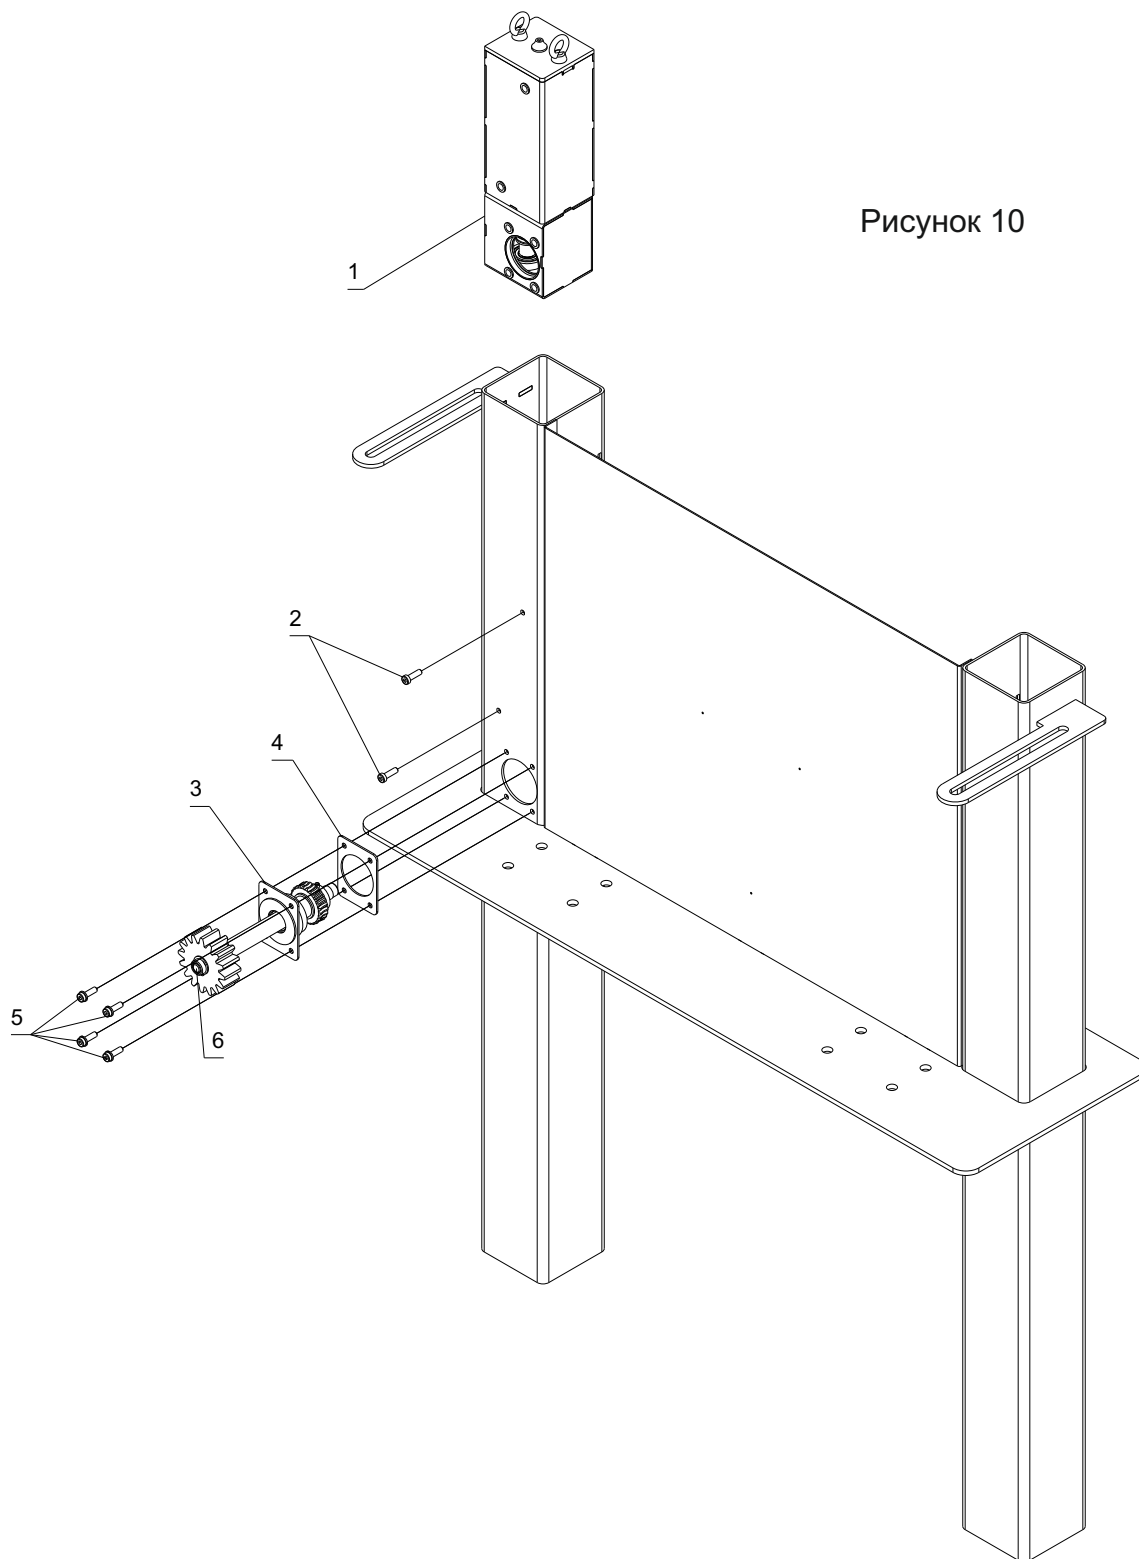

Рисунок 10
**4.10. Установить привод (Рисунок 10):**
- Завести привод (1) в столб.
- Закрепить привод винтами (2).
- Установить выходной вал (3) с резиновой прокладкой (4).
- Закрепить фланец винтами (5).
- Разблокировать привод. Для этого необходимо завернуть винт разблокировки(6) до упора.
Для этого необходимо вывернуть винт разблокировки (Рисунок 10 п.5) до тех пор пока шляпка винта была вровень с торцом выходного вала (Рисунок 10 п.3).